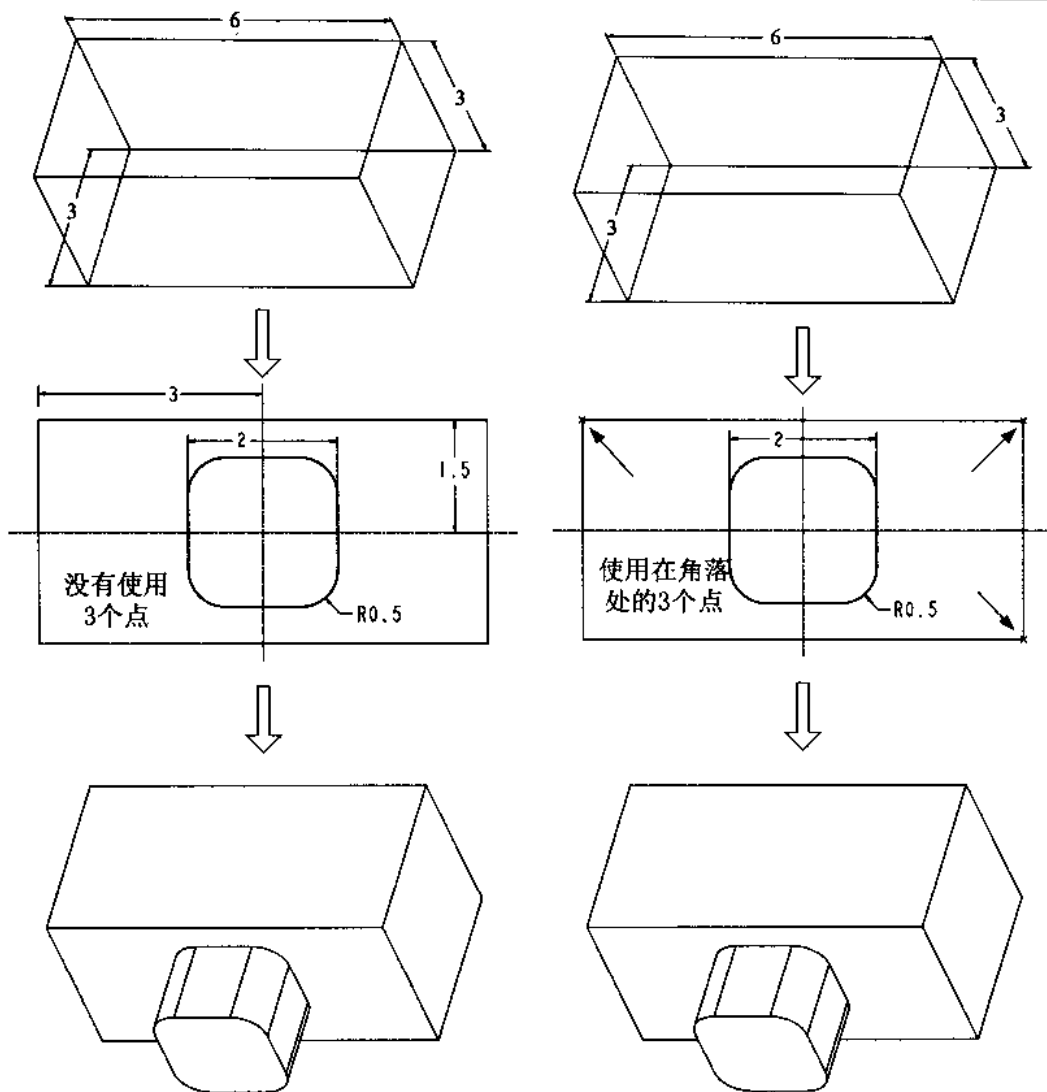
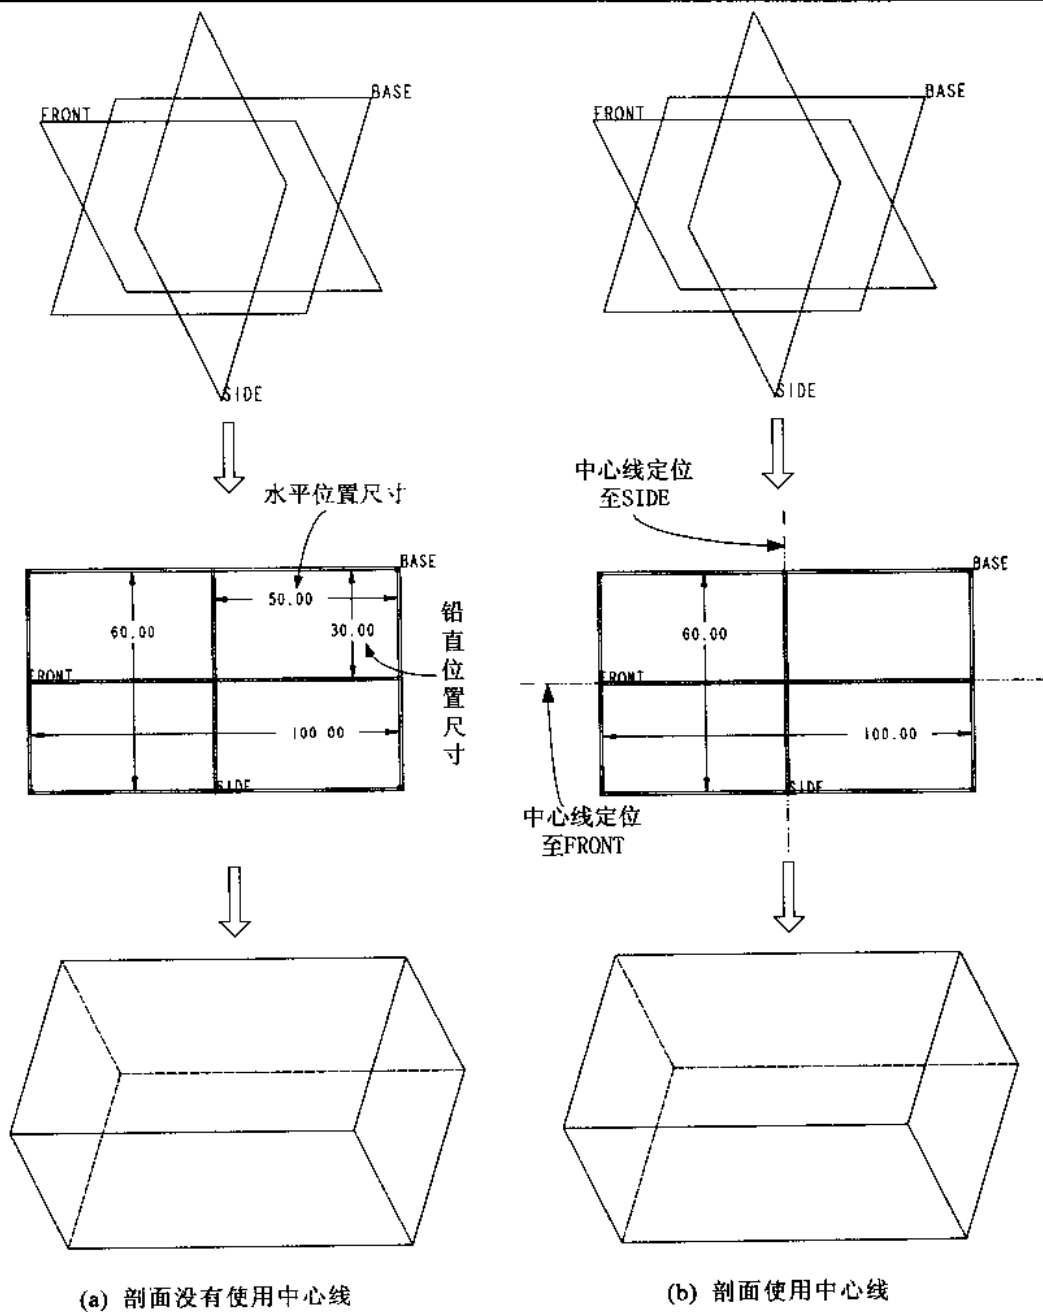

图 1.4
图 1.5
- Points 与 Centerline: 可以用来帮助限制或建立几何图素。例如在图 1.4 的左图中,若没有使用 3 个点,则必须标注两个位置尺寸,而图 1.4 的右图即是使用 3 个点使剖面自动对中的作法。又在图 1.5 的左图中,若没有使用中心线,则需标注剖面的水平及垂直位置尺寸,而图 1.5 的右图即是使用中心线,以省略剖面的水平及垂直位置尺寸的标注,并表达剖面能上下对称及左右对称的设计思想。